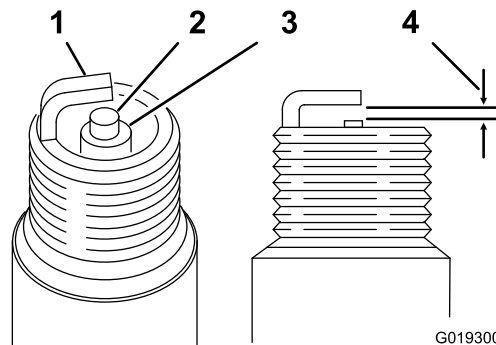

图32
空隙 0.700.80mm 请参阅 图32
4. 如 图32 所示将空隙设定为 0.700.80mm。